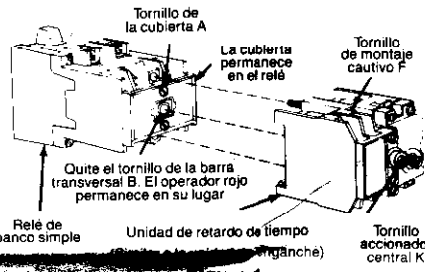

Figura 1
- 1.1 Quite y deseche el tornillo B del relé. Figura 1. No quite el operador rojo "i" la cubierta.